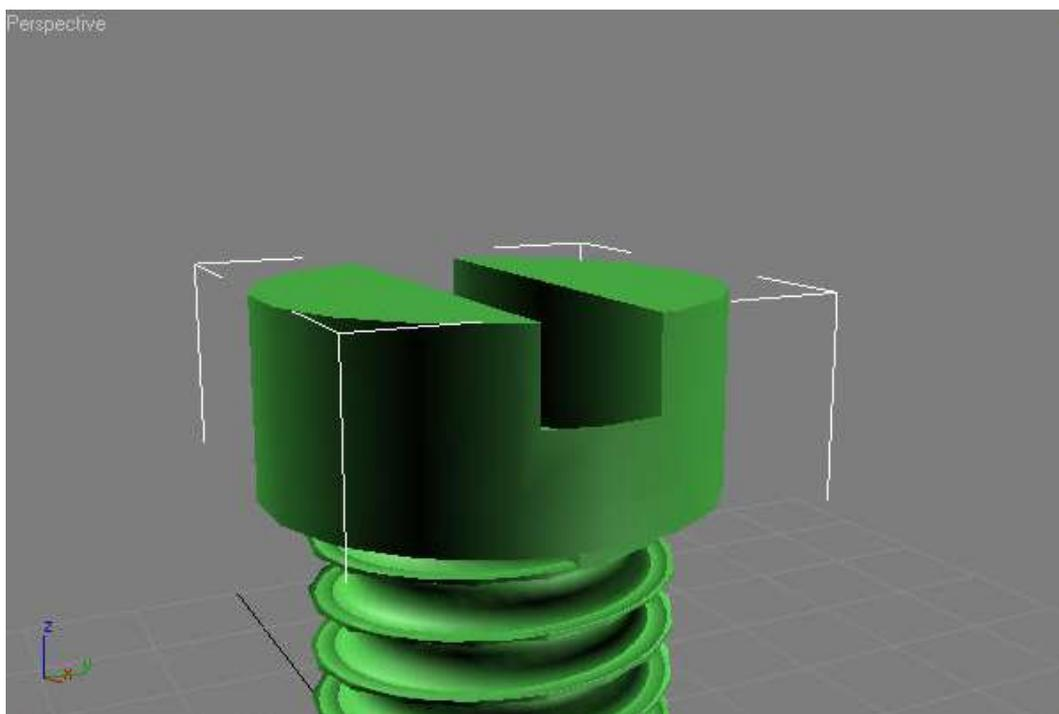

Рис. 15 – Объект Cylinder (Цилиндр) после выполнения третьей булевой операции вычитания
9. Теперь при помощи булевой операции вычитания удалите из первого объекта второй так, как это описано выше. В результате на винте появится шлиц (рис. 15).